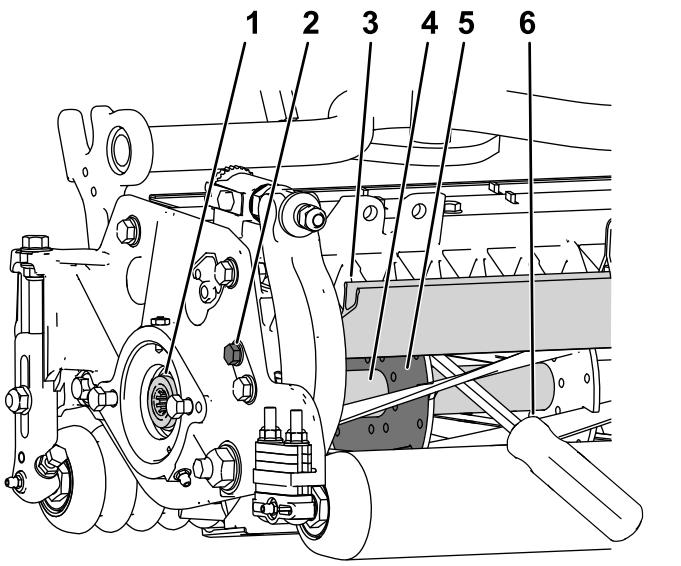

Figura 26
- Allentate il bullone del deflettore sul lato sinistro dell'apparato di taglio e sollevate il deflettore posteriore (Figura 26).
- Inserite un piede di porco con manico lungo (3/8" x 12" raccomandato con manico a cacciavite) attraverso la parte posteriore del cilindro di taglio, più vicino al lato dell'apparato di taglio da serrare (Figura 26).
- Posizionate il piede di porco contro il lato di saldatura della piastra di supporto del cilindro (Figura 26).